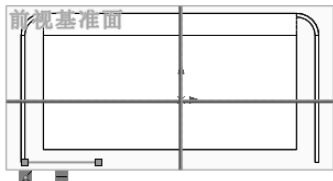
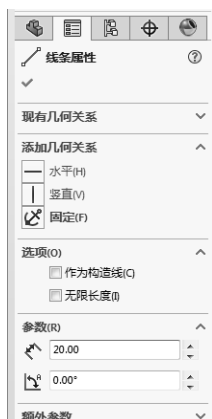

图 9-29 预览效果
图 9-30 “线条属性”属性管理器
- 03 选择前视基准面作为绘制草图基准面, 然后绘制直线, 其绘制的草图如图 9-29 所示, 其“线条属性”属性管理器如图 9-30 所示。